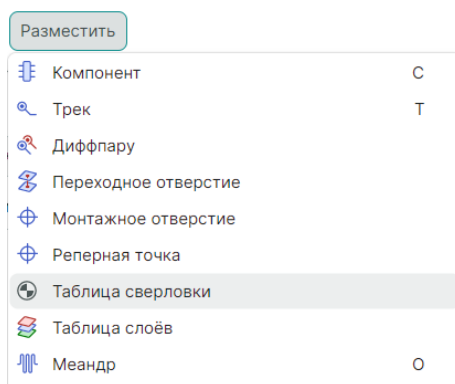

Рис. 159 Инструмент «Таблица сверловки»
2. В главном меню программы выберите «Разместить» → «Таблица сверловки», см. Рис. 159.